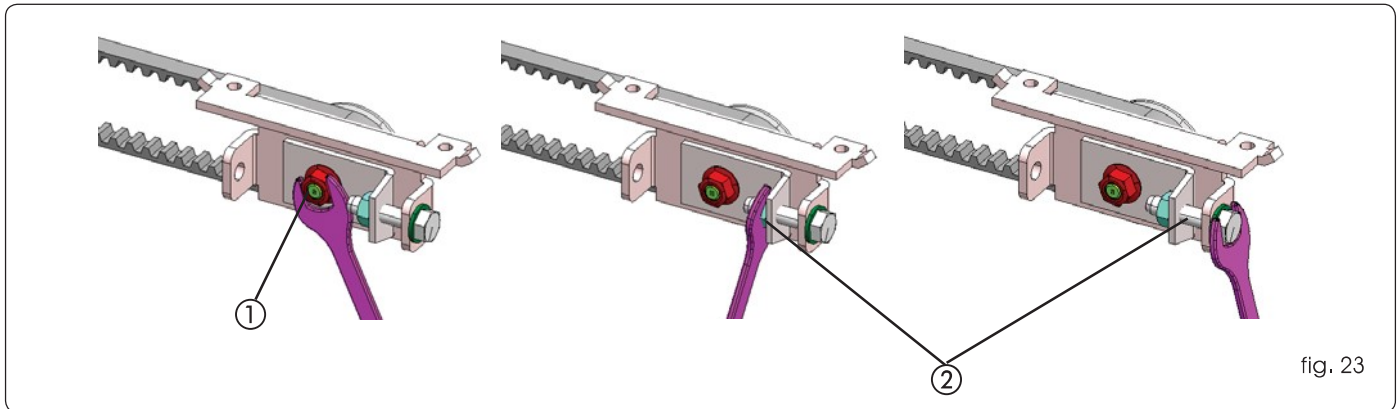

fig. 23
- Desserrer l'écrou (fig. 23 réf. ①).
- Agir sur la vis et le boulon (fig. 23 réf. ②) pour tendre ou détendre la courroie.
- Après avoir réglé le tension, serrer l'écrou (fig. 23 réf. ①).